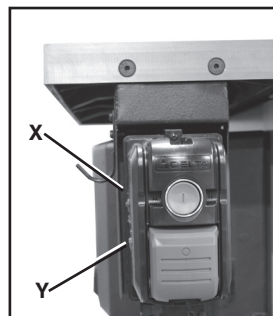

FIG. 19
1. El INTERRUPTOR de energía (X), Fig. 19, está ubicado debajo de la base de extensión izquierda frontal. Para encender ("ON") la sierra, presiente el botón redondo (X), Fig. 19.
2. Para apagarla ("OFF"), presione el botón (Y), Fig. 19.